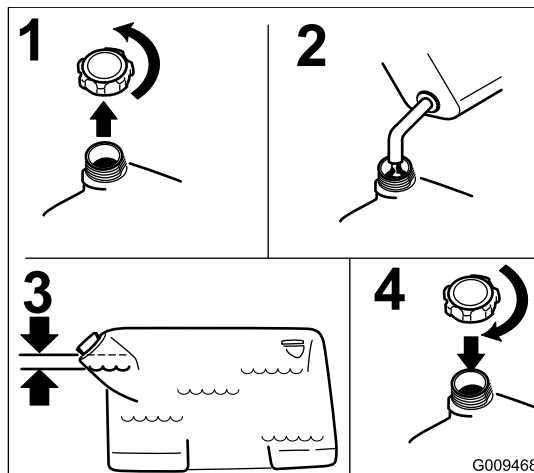

Figura 5
3. Llene el depósito de combustible. Asegúrese de que queda espacio por debajo del cuello de llenado, según se muestra en Figura 5.